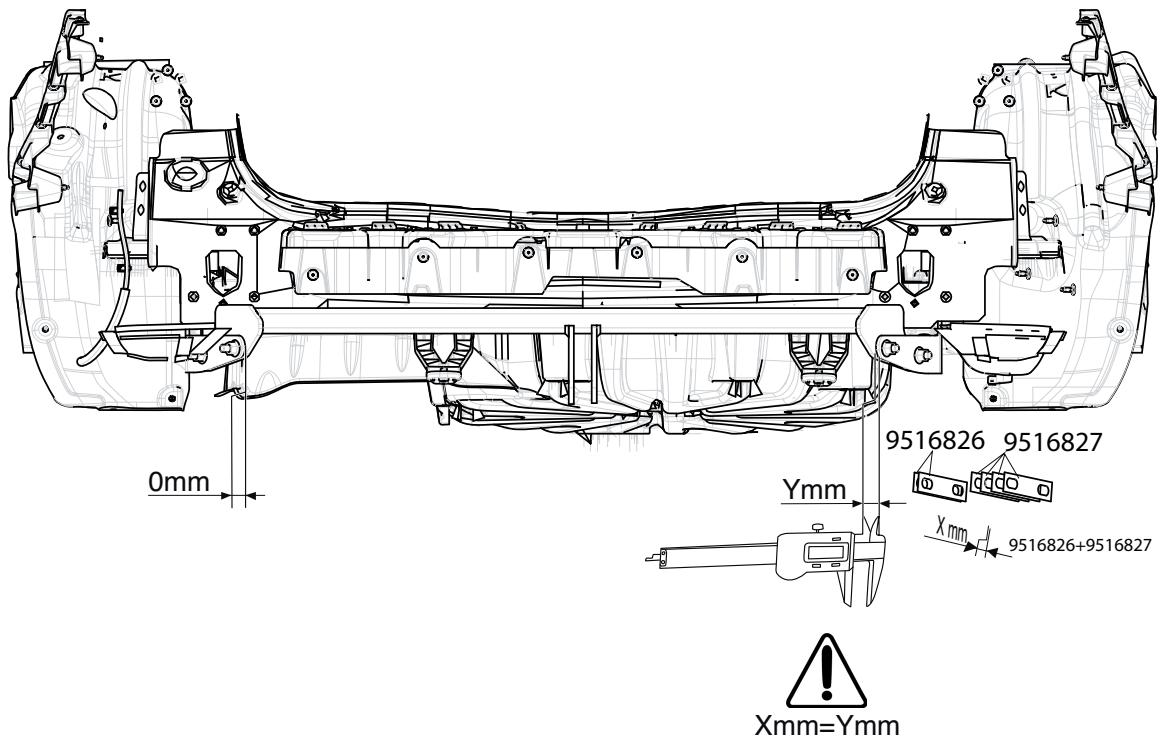

Fig. 2
7. Установить поперечный брус D между опорами В в точках Е и F вместе с наполняющими пластинами, затянув крепежный материал не до конца. См. рисунок 2.